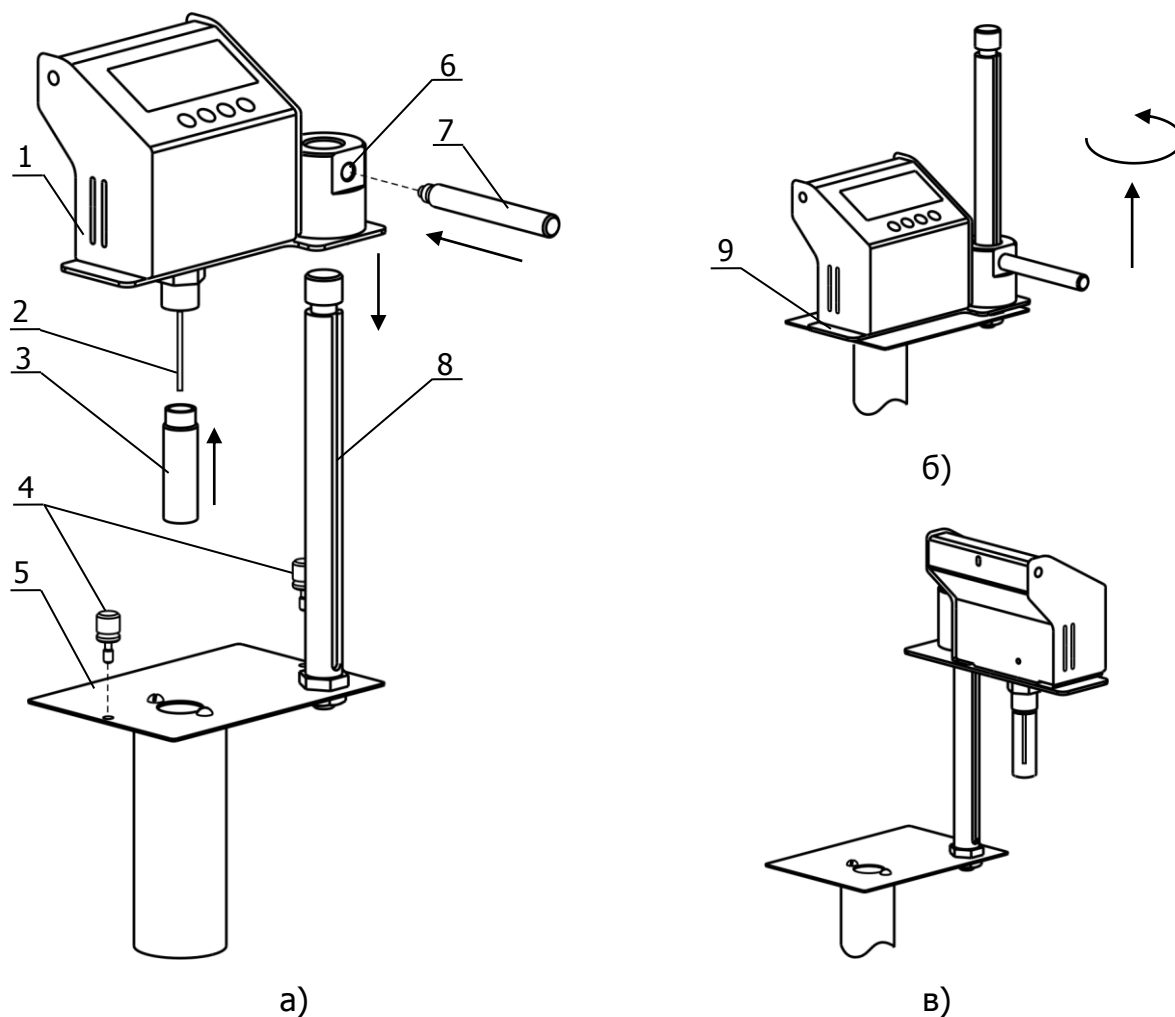

Рисунок 2 — Подготовка установки к работе
- основание 5 (рисунок 2а) установить в ванну криостата и закрепить его винтовыми фиксаторами 4;
2.2.4 Перевести электронный блок из нижнего положения (рисунок 2б) в верхнее (рисунок 2в). Для этого, используя рукоятку 7, поднять электронный блок вверх до упора и повернуть вправо на 90° до фиксации его положения. Для облегчения подъема, придерживать свободной рукой электронный блок за выступ 9. Для перевода электронного блока в нижнее положение выполнить указанные действия в обратном порядке.
2.8.1 Снять защитную вialу 3 (рисунок 2а) и установить на ее место вialу с растворителем.
2.8.2 Перевести электронный блок в нижнее положение, повернув его за рукоятку 7 (рисунок 2а) влево на 90° и опустив вниз до упора.
2.8.5 Перевести электронный блок в верхнее положение, подняв его вверх и повернув рукоятку 7 (рисунок 2а) вправо на 90° до фиксации.
2.9.1 Снять защитную виалу 3 (рисунок 2а) и установить на ее место виалу с раствором.
2.9.2 Перевести электронный блок в нижнее положение, повернув его за рукоятку 7 (рисунок 2а) влево на 90° и опустив вниз до упора.
2.9.5 Перевести электронный блок в верхнее положение, подняв его вверх и повернув рукоятку 7 (рисунок 2а) вправо на 90° до фиксации.